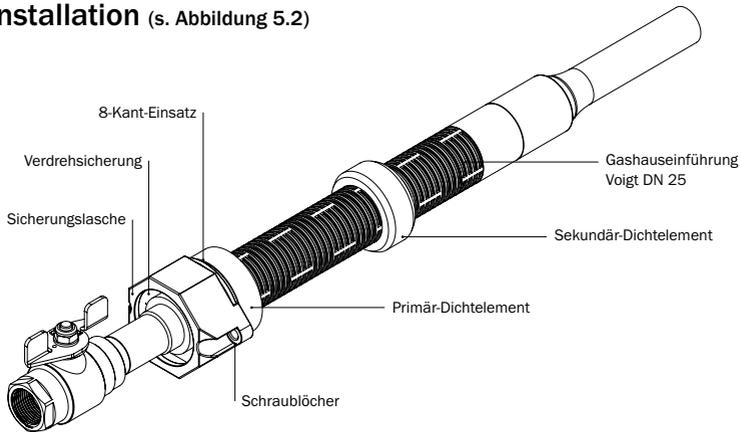

Abbildung 5.2: Montageset Verdreh- und Ausreißsicherung für Voigt Gashauseinführung DN 25
5.2. Installation (s. Abbildung 5.2)